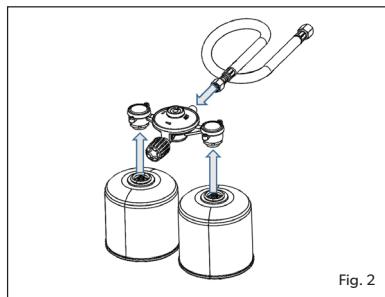

Fig. 2
- Sæt de to gaspatroner på enheden ved at skru dem på plads (fig. 2).